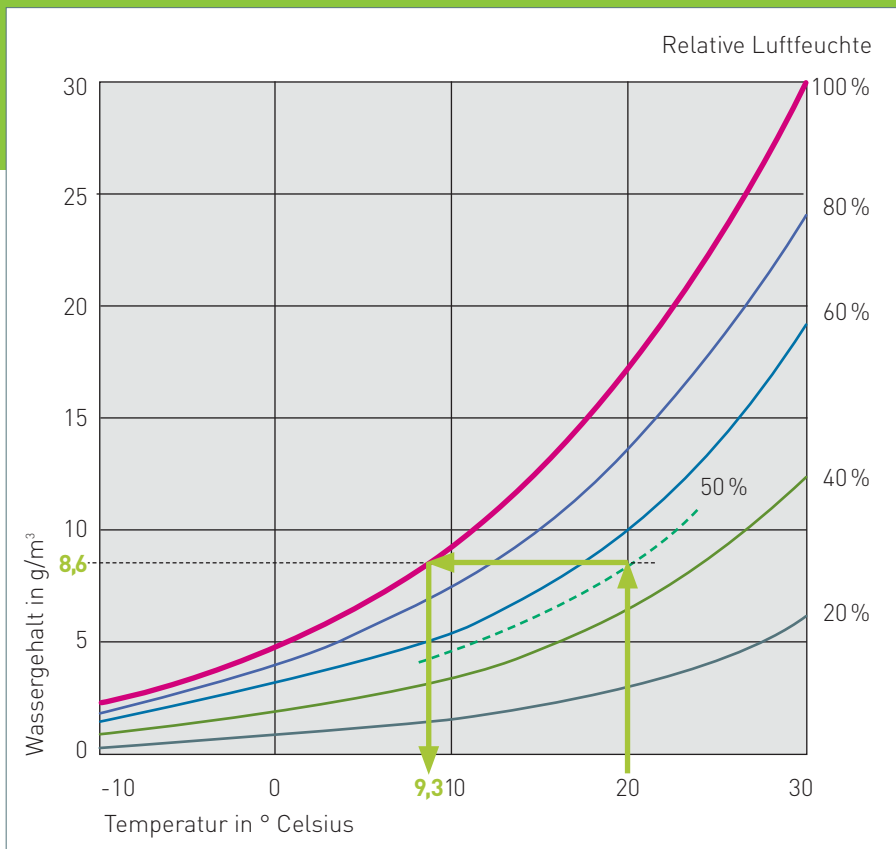

Abb. 1: Wassergehalt der Luft in Abhängigkeit von der Temperatur und der relativen Luftfeuchte
- Ab dem 3. Tag muss intensiv gelüftet werden. Das Wasseraufnahmevermögen der Luft ist witterungsabhängig; es hängt z. B. von der Temperatur ab. So kann die Luft beispielsweise bei 30 °C – verglichen mit 10 °C – die dreifache Wassermenge aufnehmen (siehe Abbildung 1). Deshalb ist es bei Frost, hoher Luftfeuchtigkeit und lang anhaltendem regnerischen Wetter sinnvoll, die Trocknung durch Beheizen der Räume und Stoßbelüftung zu unterstützen. Idealerweise sollten dabei tagsüber mindestens fünfmal alle Fenster und Türen für mindestens 10 Minuten weit geöffnet werden. Anschließend sind die Fenster und Türen wieder zu schließen. Bei günstigen klimatischen Bedingungen (geringe Luftfeuchtigkeit) kann auch dauerhaft gelüftet werden.
Ablesebeispiele (siehe Abbildung 1):